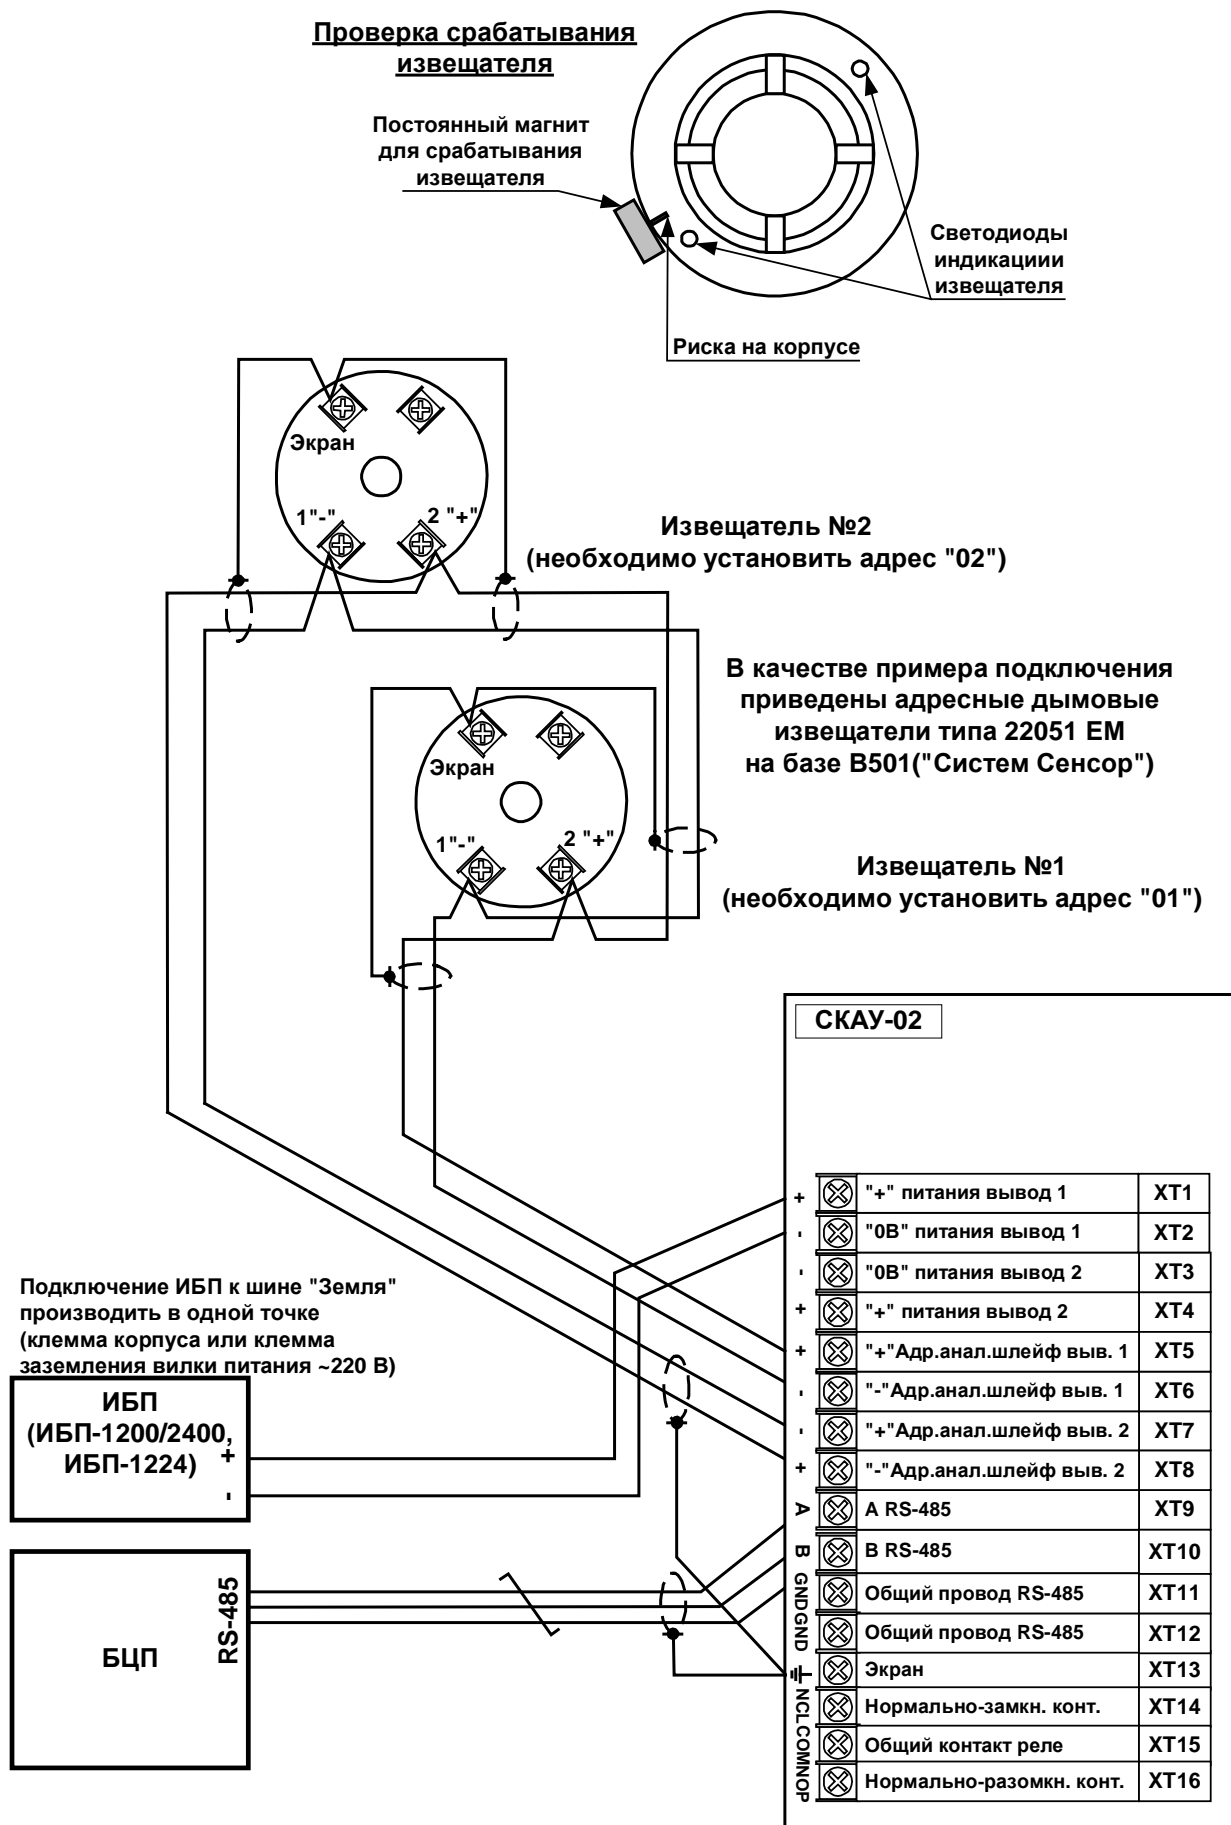
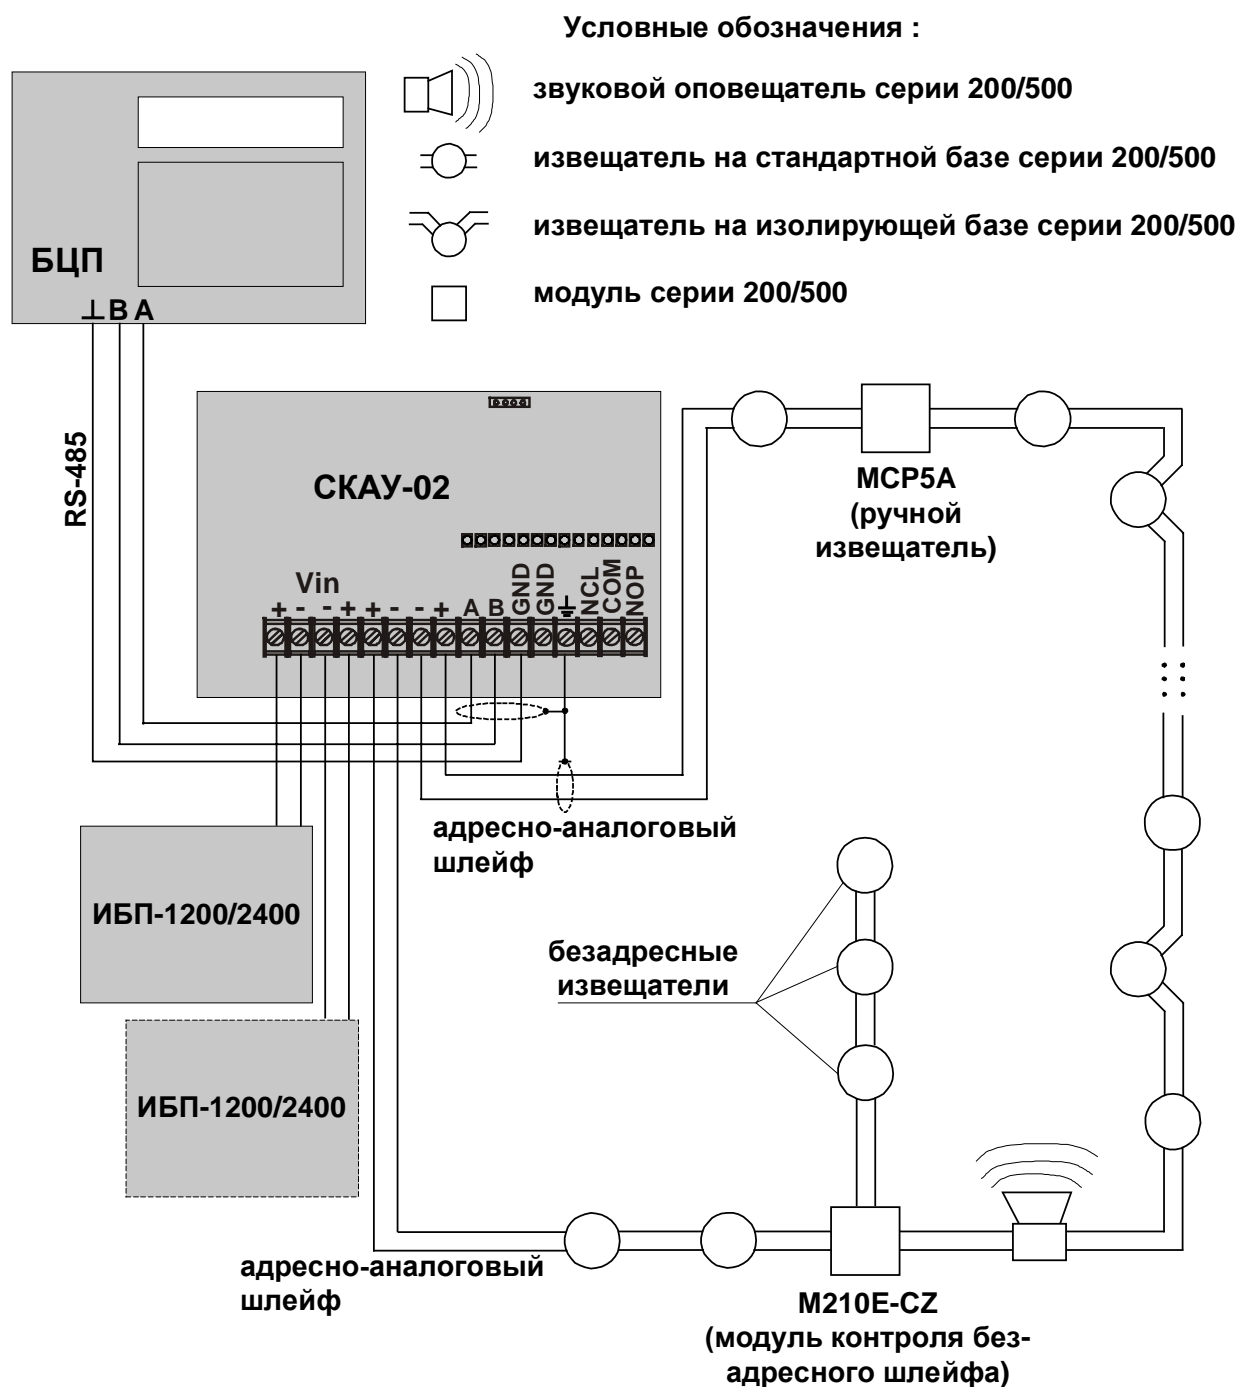

Рис. 6 Схема проверки СКАУ
Рис. 7 Типовая схема включения СКАУ
Подключить СКАУ к блоку питания согласно типовой схеме включения и к линии связи RS-485 БЦП (см. Рис. 6 и Рис. 7).
- Проверить срабатывание извещателей. Для проверки срабатывания извещателя – организовать задымленность в зоне чувствительности извещателя или поднести к каждому из извещателей постоянный магнит (см. Рис. 6) и держать ~30 с до появления постоянного свечения светодиодов извещателя.
Типовая схема включения СКАУ приведена на Рис. 7.
Рекомендованная структура адресно-аналогового шлейфа приведена в типовой схеме включения СКАУ (Рис. 7). Она представляет собой петлю, концы которой управляются СКАУ раздельно.